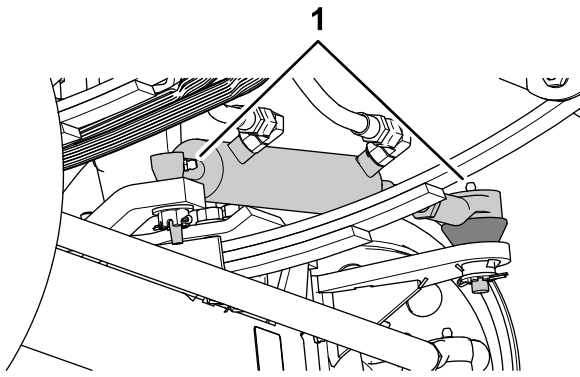
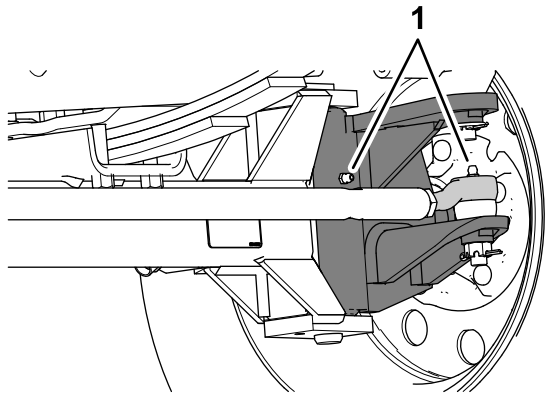

图 71
图 72
1. 将黄油嘴擦拭干净图 71 和图 72。
2. 用黄油枪将润滑脂打入到黄油嘴图 71 和图 72。
**注意** 黄油嘴的位置如图 71 中所示。